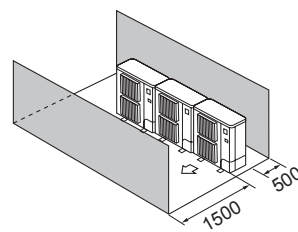

Fig. 2-15
- ④ Překážky pouze vpředu a vzadu (Fig. 2-15)